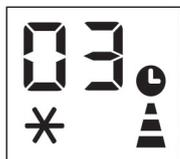

Abb. 3
- Drücken Sie die  Taste, der Bildschirm zeigt 1~24 Stunden an, und das Symbol , Symbol  und das Symbol  blinken zusammen. (Abb. 3)